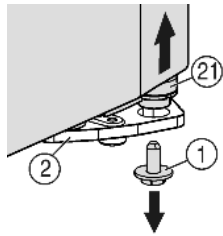
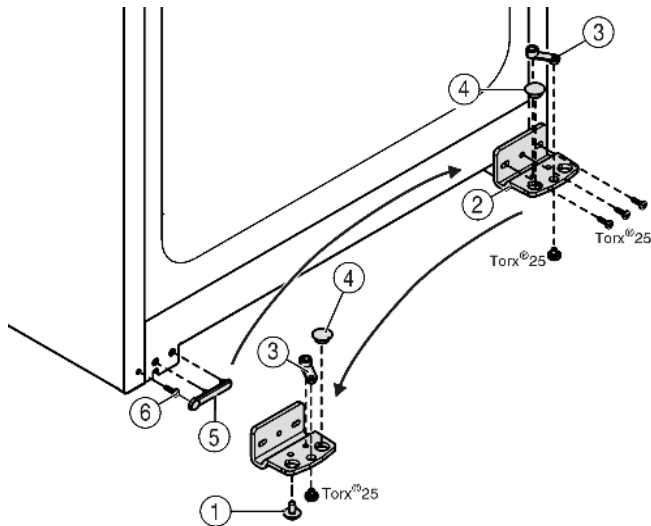

Fig. 6
Fig. 7
- ▶ Долу вдясно на лагерната стойка отвийте осигурителния винт Fig. 6 (1).
- ▶ Лагерният болт Fig. 6 (21) се освобождава от лагерната стойка Fig. 7 (2).
- ▶ Ако лагерният болт Fig. 6 (21) не се освободи, избутайте болта отдолу.
- ▶ Свалете лагерната стойка Fig. 7 (2).
- ▶ Развийте лагерния детайл Fig. 7 (3) и поставете в срещуположния поемащ отвор на лагерната опора, завийте отново.
- ▶ Извадете тапите Fig. 7 (4) от лагерната опора и ги преместете в срещуположния поемащ отвор на лагерната опора.
- ▶ Внимателно повдигнете покритието Fig. 7 (5) откъм дръжката.
- ▶ Развийте винта Fig. 7 (6) и го завинтете от другата страна.
- ▶ Поставете отново капака Fig. 7 (5).
- ▶ Завийте отново **здраво (с 4 Nm)** лагерната стойка Fig. 7 (2) от новата страна на шарнира, при нужда с помощта на акумулаторна отвертка.
- ▶ Завийте осигурителния винт Fig. 6 (1) долу в лагерния болт и го затегнете (с 4 Nm).